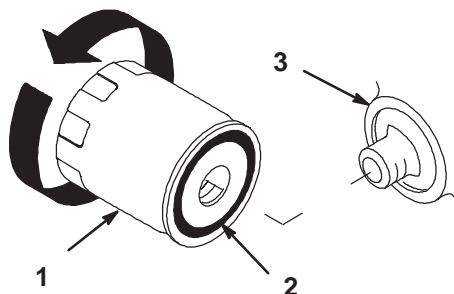

Figure 38
2. Déposez le filtre à huile usagé et essuyez la surface du joint de l'adaptateur (Fig. 38).
4. Appliquez une fine couche d'huile neuve sur le joint en caoutchouc du filtre de rechange (Fig. 38).
5. Posez le filtre à huile de rechange sur l'adaptateur. Tournez le filtre dans le sens horaire jusqu'à ce que le joint en caoutchouc rejoigne l'adaptateur, puis donnez 1/2 tour supplémentaire (Fig. 38).